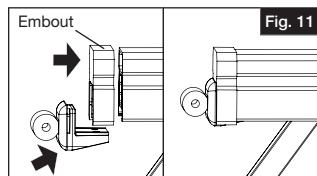

Fig. 11
Vérifier l'ajustement de la section de rampe. Ensuite, insérer les embouts de support sur les extrémités de la lisse (Fig. 11). Puis, placer la section de rampe sur les supports.
- Installer le couvre-joint sur la main courante et les embouts sur les deux extrémités. Glisser les supports du haut sur les extrémités de la main courante en veillant à ce que le couvre-joint et les couvercles s'emboîtent dans les rainures des supports (Fig. 11).